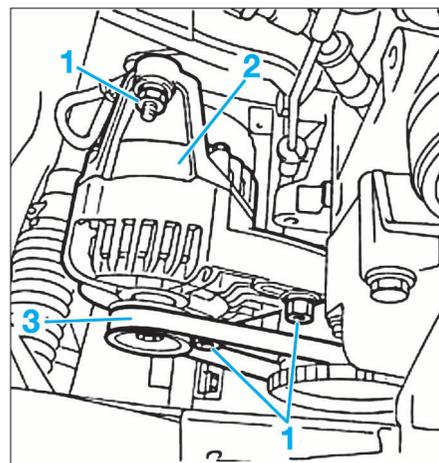

FIG. 4
- Desserrer les écrous de fixation (1) (Fig.4).